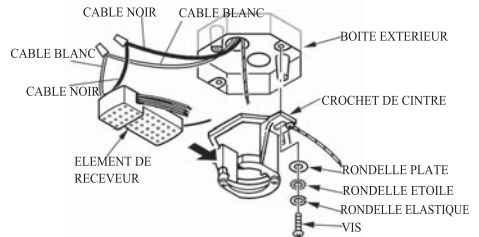

FIG.8
1. Fixez solidement le support de suspension à la boîte de jonction à l'aide des rondelles et des vis fournies. Connectez le fil blanc du plafond au fil blanc du récepteur avec un connecteur de fil. Connectez le fil noir du plafond au fil noir du récepteur avec un connecteur de fil. (Voir Fig.8)